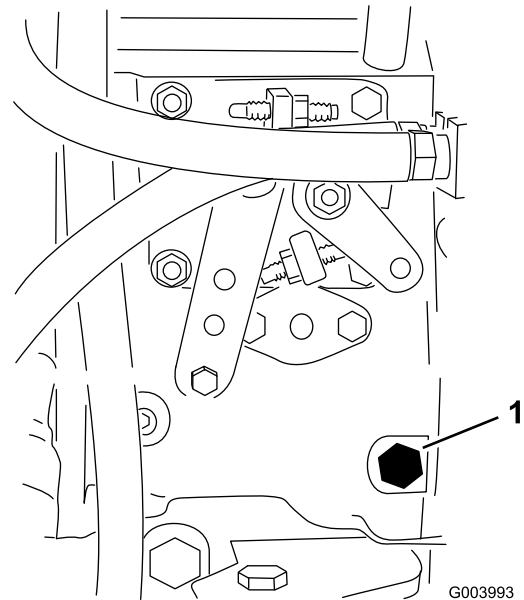

Bild 34
3. Öffnen Sie die Entlüftungsschraube an der Kraftstoffeinspritzpumpe (Bild 34) mit einem 12-mm-Schraubenschlüssel.